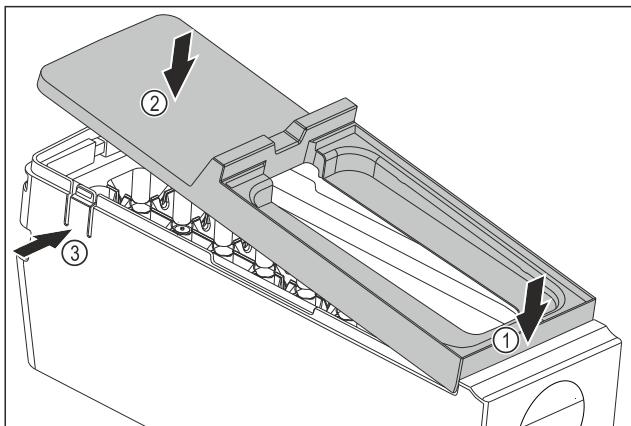

Fig. 99
- Монтаж на капака на корпуса на EasyTwist-Ice: Поставете капака отпред. Fig. 99 (1)
- Спуснете капака отзад. Fig. 99 (2)
- Капакът се фиксира с щракване в двете езичета Fig. 99 (3).